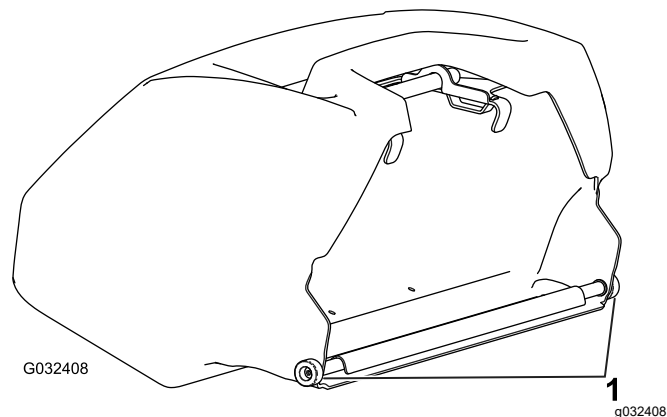

図 5
**重要**もしバスケットを落としてしまった場合には、バスケットの下側リップにあるピッチアームの接触点 **図 5** が破損していないか点検してください。曲がっている場合には真っ直ぐに直してから使用してください。